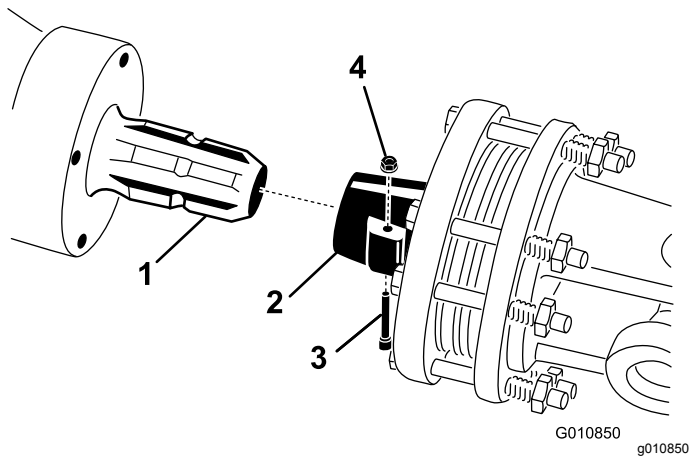

図 23
1. PTO シャフトからピンとナットを外す 図 23。
2. いま取り外したピンとナットを使って、PTO シャフトのクラッチ側の端部を、エアレータのギアボックスの入力シャフトに接続する 図 23。